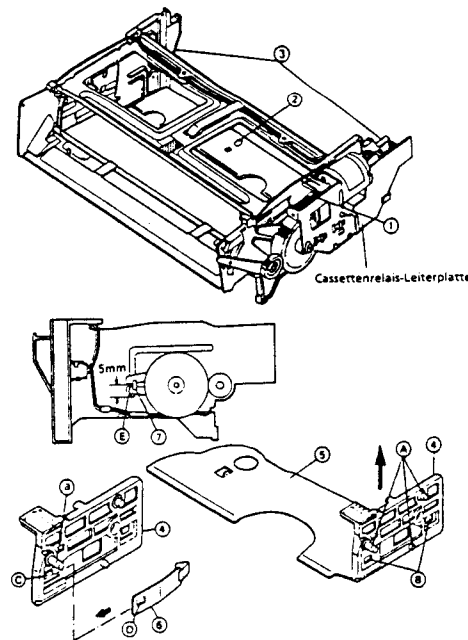

Abbildung 1-4.
• Zerlegen (Abb. 1-4)
• Zusammenbauen (Abb. 1-4)